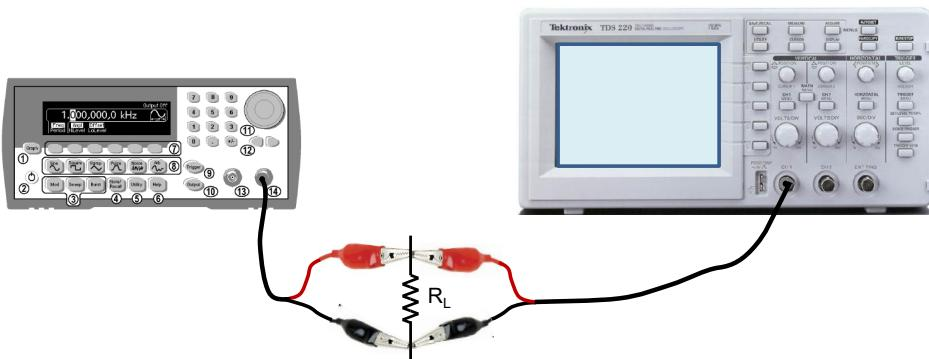

Figura 4. Connexió d'una resistència en la sortida del generador de senya i mesura de la tensió entre els seus terminals
**ACCIÓ:** Connecta una càrrega de  $100 \Omega$  a la sortida del generador segons el diagrama de la Figura 4. Configura el GF amb el valor de la impedància de càrrega i per generar un senyal sinusoïdal de 4 Vpp, 40 kHz i DC de 2 V.